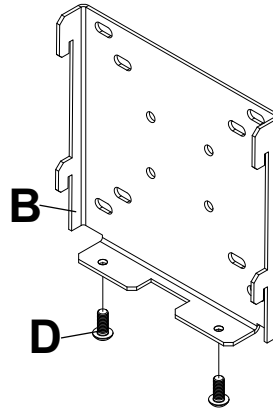

Abbildung 2.1
Schrauben Sie die M5-Kreuzschlitzschrauben (D) in die Hakenhalterung (B), bis die Schrauben bündig mit der Halterung abschließen (siehe Abbildung 2.1 und 2.2).